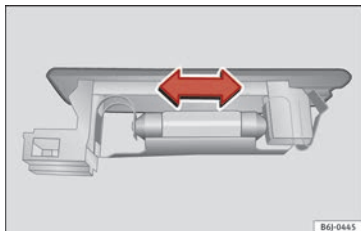

Fig. 195 Luz do porta-bagagens.
- Pressione a lâmpada lateralmente e retire-a do alojamento » **Fig. 195**.